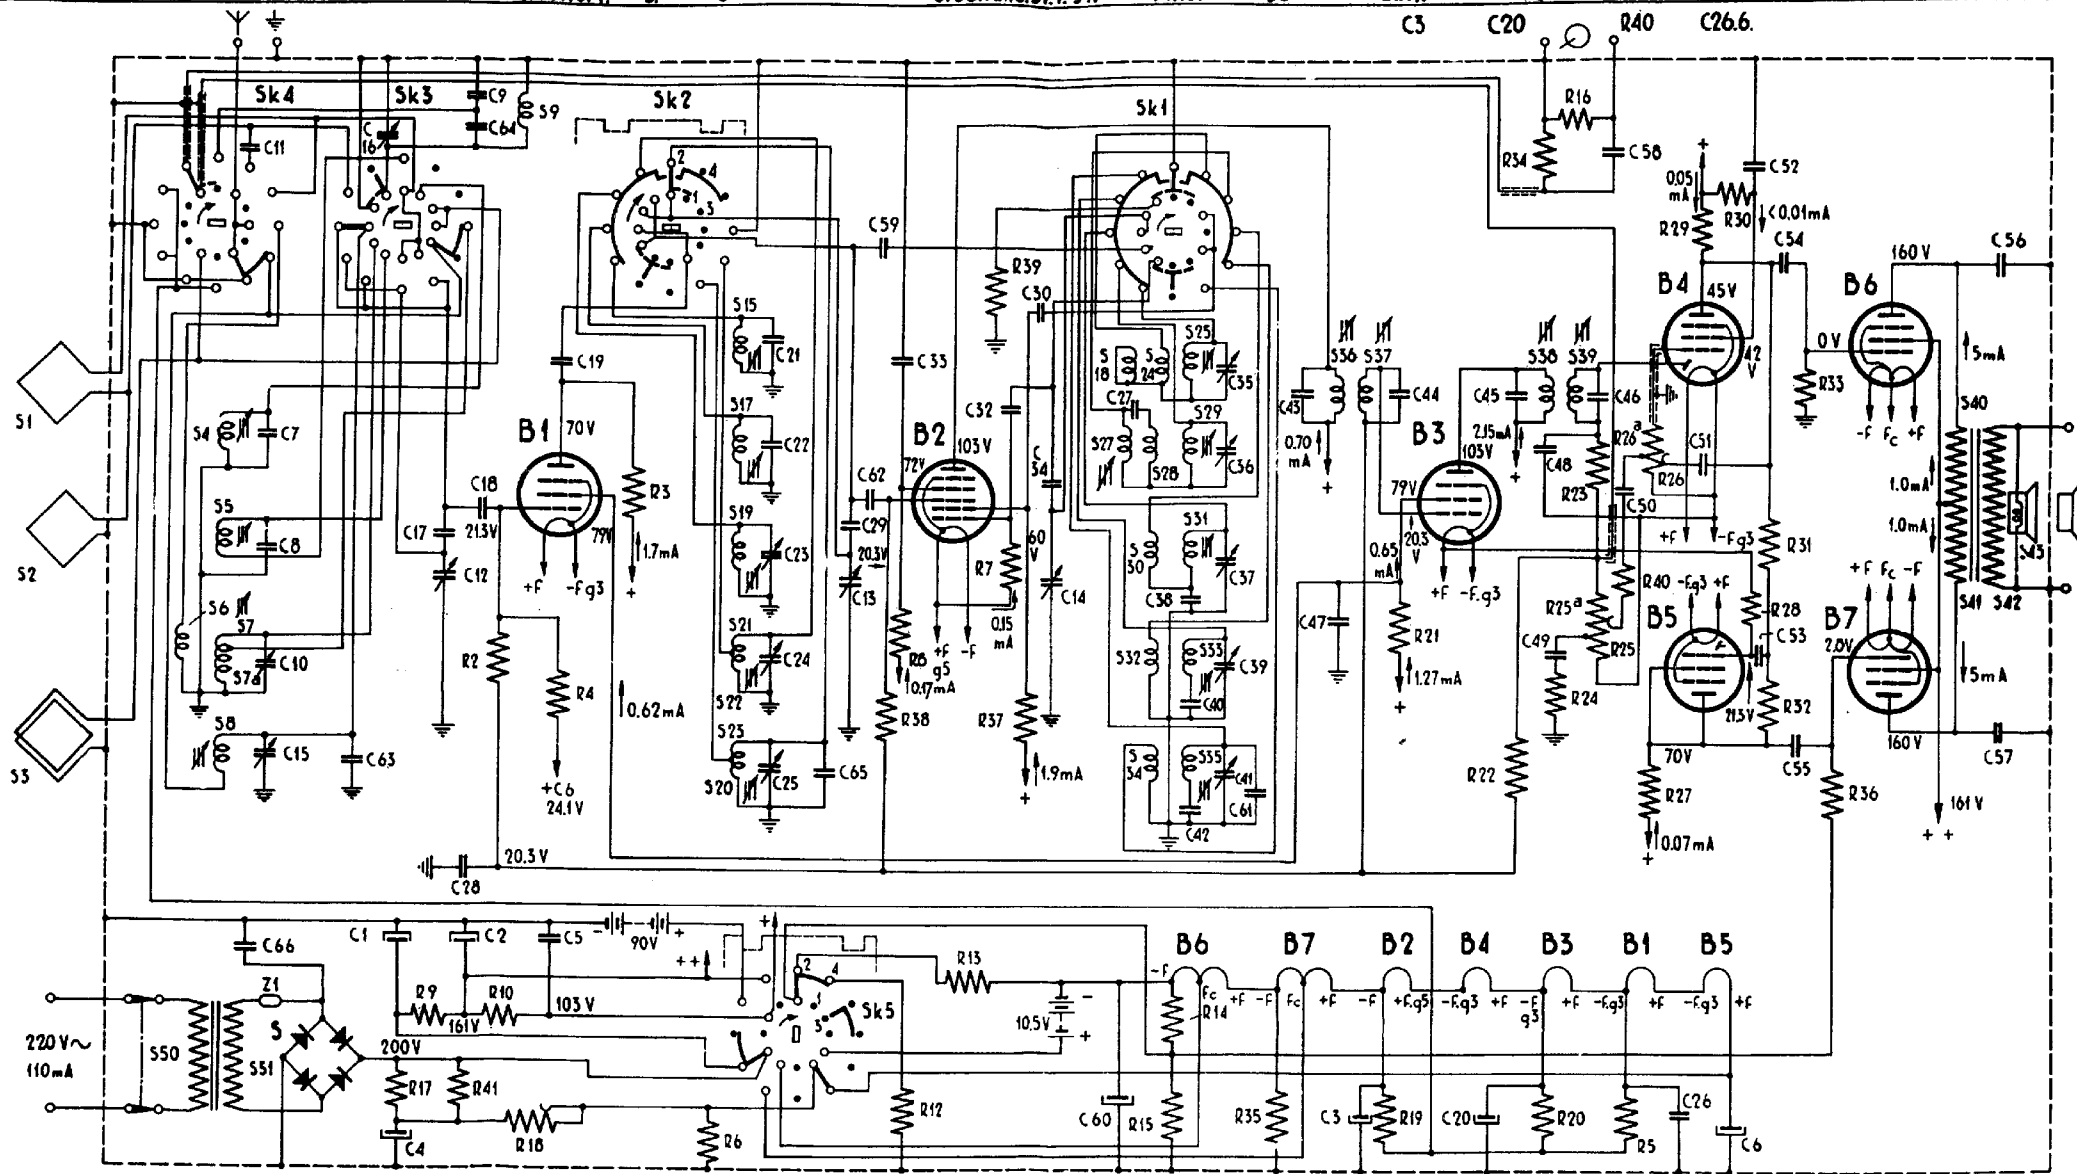

Fig.8
- Het principieschema (fig. 8) uit de Service Documentatie moet vervangen worden door bijgaand schema.
1. The circuit diagram (fig. 8) of the Service Notes must be replaced by the enclosed diagram.